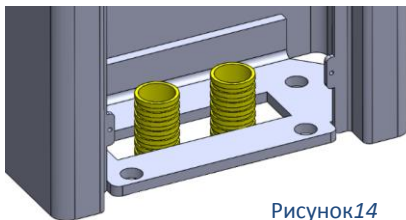

Рисунок14
- Турникет рекомендуется монтировать непосредственно на кабелепроводах (рисунок 14), благодаря чему исключается необходимость использовать электрический блок 4/2 дюйма, заделанный в пол;